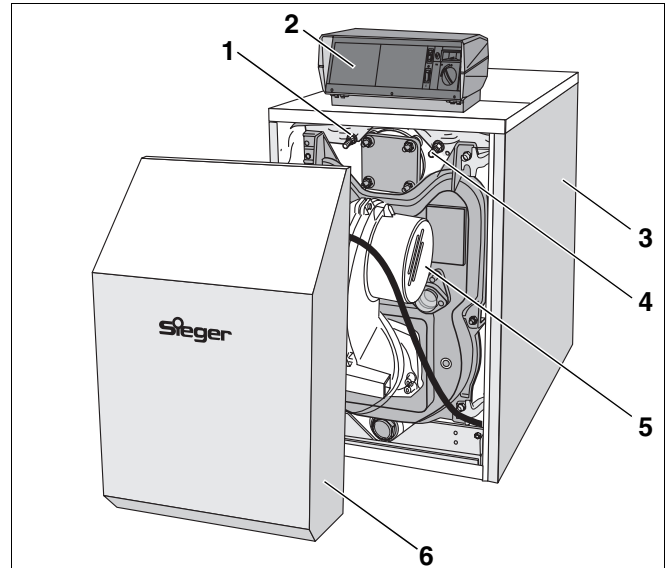
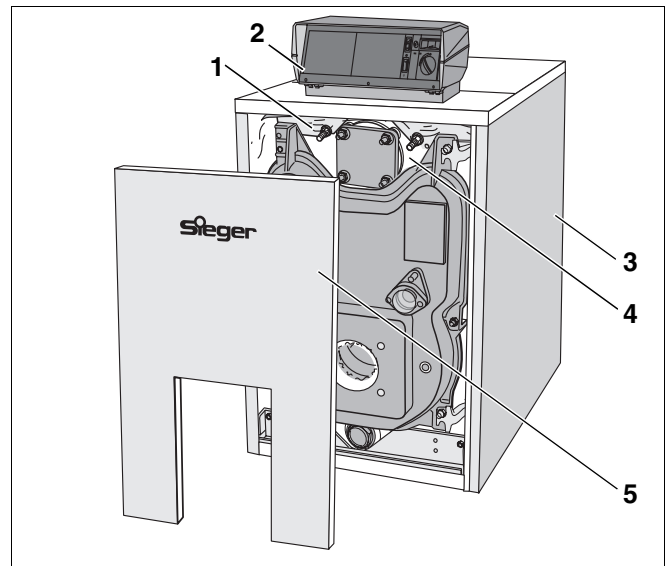

Abb. 1 Öl-/Gas-Spezialheizkessel TG 21 BE mit integriertem Brenner
Abb. 2 Öl-/Gas-Spezialheizkessel TG 21
Der Öl-/Gas-Spezialheizkessel TG 21 BE (Abb. 1) ist werkseitig mit einem BE-Brenner (Abb. 1, **Pos. 5**) ausgestattet.
Den Öl-/Gas-Spezialheizkessel TG 21 (Abb. 2) bestückt der Fachhandwerker mit einem zum Heizkessel passenden Brenner.
Die Hauptbestandteile des Öl-/Gas-Spezialheizkessels TG 21 BE mit integriertem Brenner (Abb. 1) und des Öl-/Gas-Spezialheizkessels TG 21 (Abb. 2) sind:
- Kesselblock (Abb. 1 und Abb. 2, **Pos. 4**) und BE-Brenner (Abb. 1, **Pos. 5**).
- Kesselmantel (Abb. 1 und Abb. 2, **Pos. 3**), Wärmeschutz (Abb. 1 und Abb. 2, **Pos. 1**) und Brennerhaube (Abb. 1, **Pos. 6**) bzw. Brennertürverkleidung (Abb. 2, **Pos. 5**).
- Regelgerät (Abb. 1 und Abb. 2, **Pos. 2**).